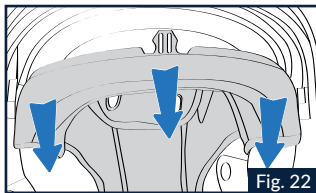

Fig. 22
Polsterung nach oben ziehen, um die entsprechende Lasche der Polsterung aus der an der Polystyrol-Innenschale befestigten Halterung herauszuziehen (Abb. 22). Nachfolgend den Vorgang mit der vorderen mittleren und mit der rechten Lasche wiederholen.
4.2 Die mittlere vordere Lasche der Polsterung in die entsprechende Aufnahme auf der an der Innenschale aus Polystyrol befestigten Halterung einziehen und nach unten drücken, bis sie vollständig befestigt ist (Abb. 22).